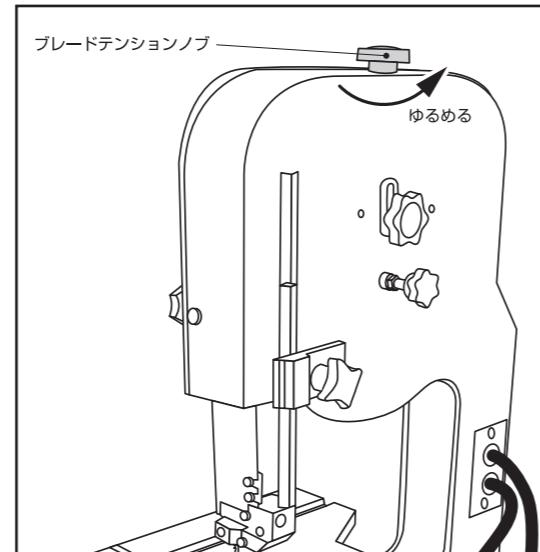

図14
- 本体上部のブレードテンションノブを反時計周りに5~6回転ほど回して、ゆるめてください。この時、ロックノブをどれだけゆるめたかを記憶しておくと次に鋸刃を張る際に便利です。（図14）